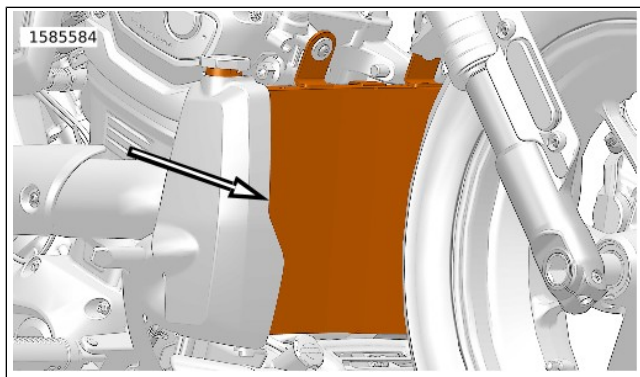

Abbildung 72. Kühler (typisch)
1. Siehe Abbildung 72. Ablagerungen von den Kühlerlamellen entfernen.